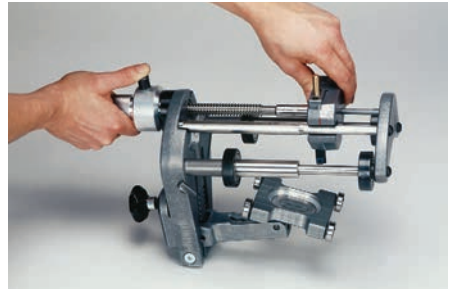

Abb. 5
- Die Feineinstellung der Position des Messergehäuses (7) erfolgt durch Drehung des Rollgriffs (1), bis der gewählte Markierungsstrich als Dimensionsbereich bündig am Messergehäuse (7) abschließt (Abb. 5).
- Gerät so über das Rohr führen, dass sich der Spannschlitten (4) im Rohrrinnen und das Schälmesser (2) auf der Rohroberseite befindet (Abb. 5). Die Frontplatte (3) muss an der Rohrstirnkante anliegen.